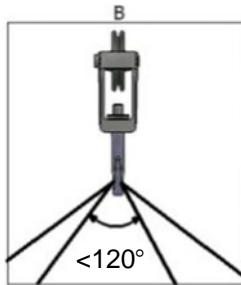

Figura 34: Angolo massimo del filo di sollevamento
- Non superare mai i 120° tra i fili di sollevamento (**Figura 34**).